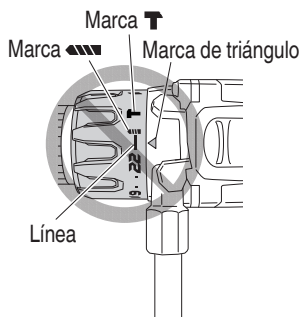

Fig. 17
- No usar con el dial del embrague en el número “22” y la línea en el medio de la marca de taladro. Si lo hiciese, se podrían producir daños. (Consulte la Fig. 17)